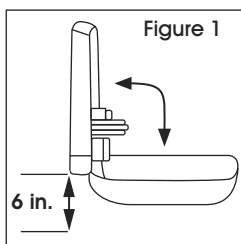

Figure 1
1. Installez le distributeur à au moins 15,2 cm (6 po) au-dessus du comptoir. (Voir Figure 1)